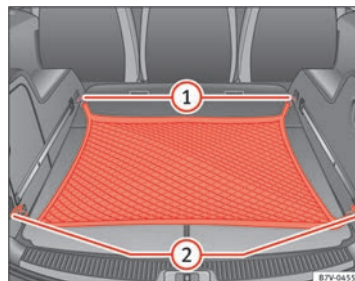

Fig. 100 Nel bagagliaio: rete per bagagli appesa.
- Agganciare la rete per bagagli agli occhielli di ancoraggio ⇒ fig. 100 ① e ②.